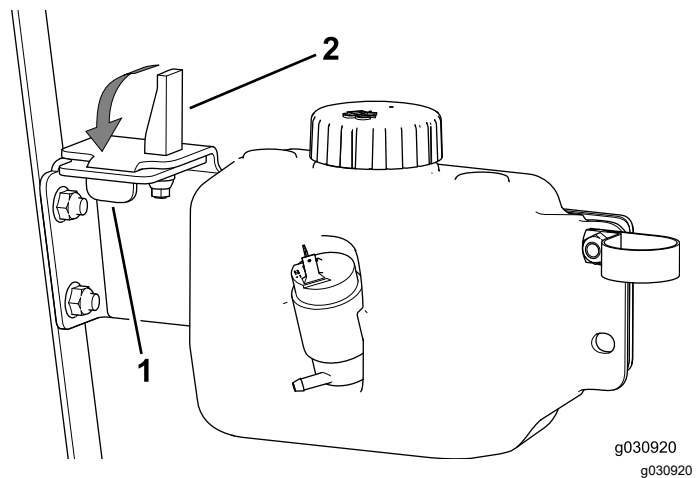

Bild 46
- Setzen Sie die Nase in den Schlitz und die Ausdehnungsriegel-Büchse in das Loch in der Behälterplatte (**Bild 46**).
- Drehen Sie den Hebel des Ausdehnungsriegels nach unten (**Bild 46**).